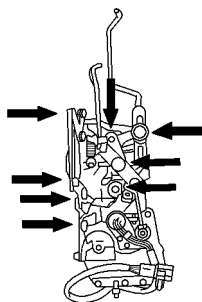

图 17-41 在车门锁的滑动面涂敷多功能润滑脂
2) 按图 17-41 箭头所示，在车门锁的滑动面涂敷多功能润滑脂。